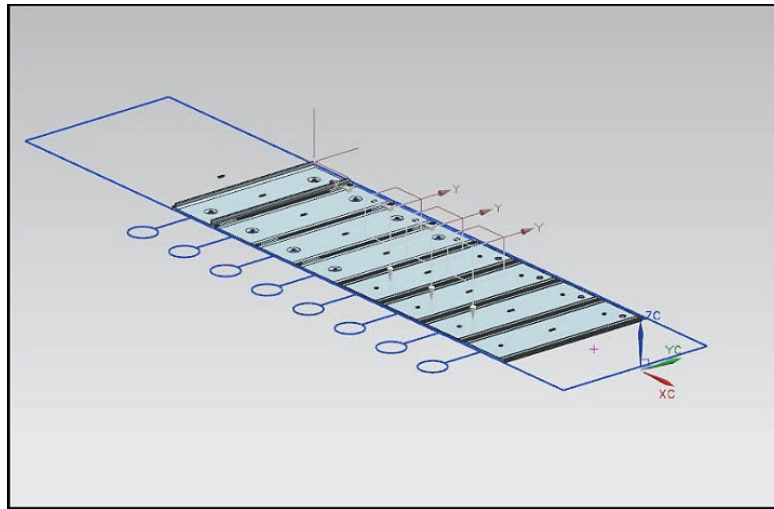

Рис. 10.16. Вид полосы
1. Откройте инициализированный проект *prj\_control\_019.prt* в папке 4\4.7\4.7.2 (рис. 10.16). В данном проекте находится технологический процесс и пакет штампа. Для удобства визуального просмотра пакет штампа скрыт. Для отображения пакета поставьте галочку напротив компонента *prj\_db\_003*.